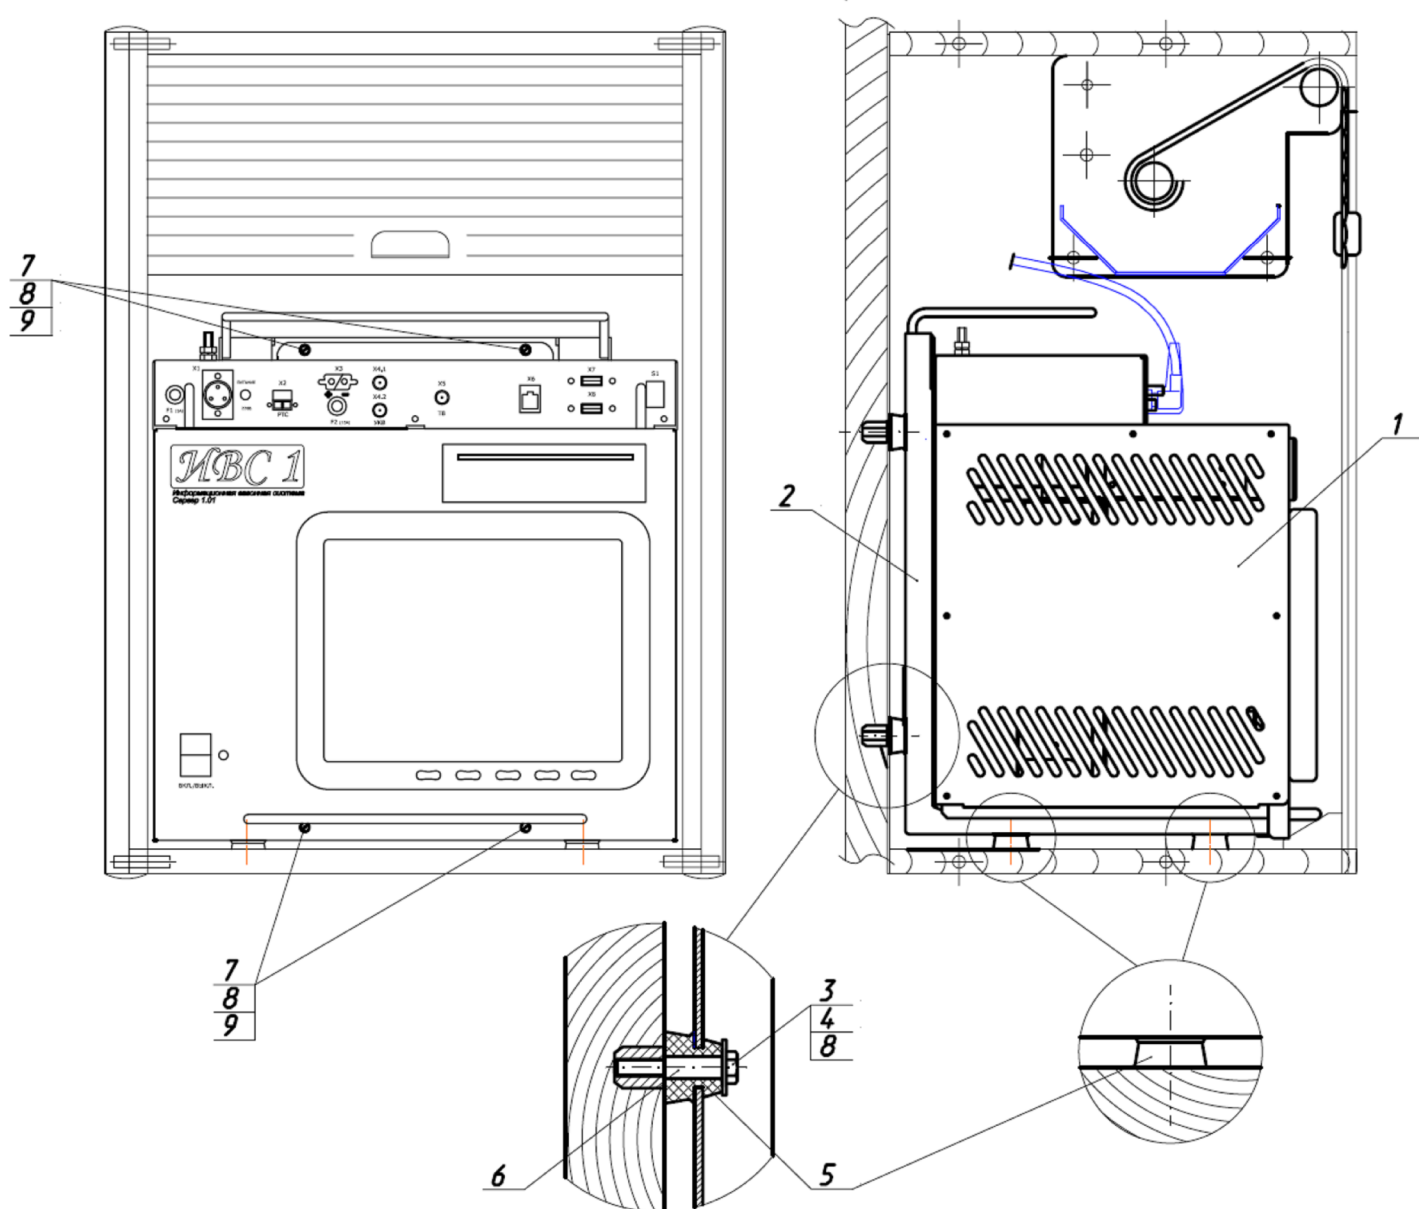
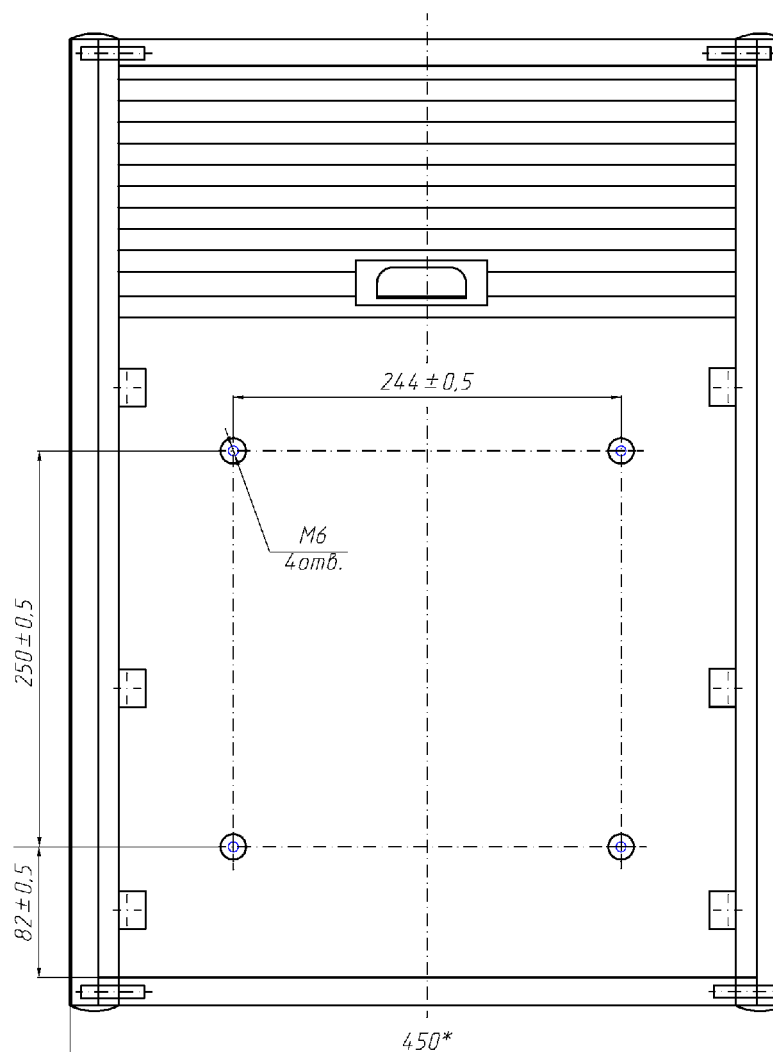

Рис.2 Установка сервера
Рис.3 Размеры установочных отверстий для закрепления кронштейна сервера.
6.1.1 Сервер устанавливается в предназначенный шкаф в купе проводника (рис.3) с помощью кронштейна поз.2 (см. рис.2), предварительно закрепляемого на вертикальной стенке шкафа с помощью винтов М6х30-6g ГОСТ 17473-80 (поз. 3) - 4шт., шайб 6.03.019 ГОСТ 6958-78 (поз.4) – 4 шт. и шайб 6.65Г.029 ГОСТ 6402-70 (поз.8) – 4 шт. через резиновый амортизатор (поз.5) и втулку (поз.6).